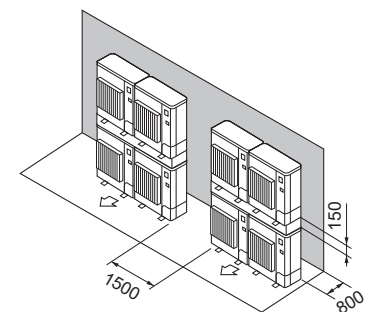

Abb. 2-19
- (7) Anlagen in gestapelter Anordnung (Abb. 2-19)